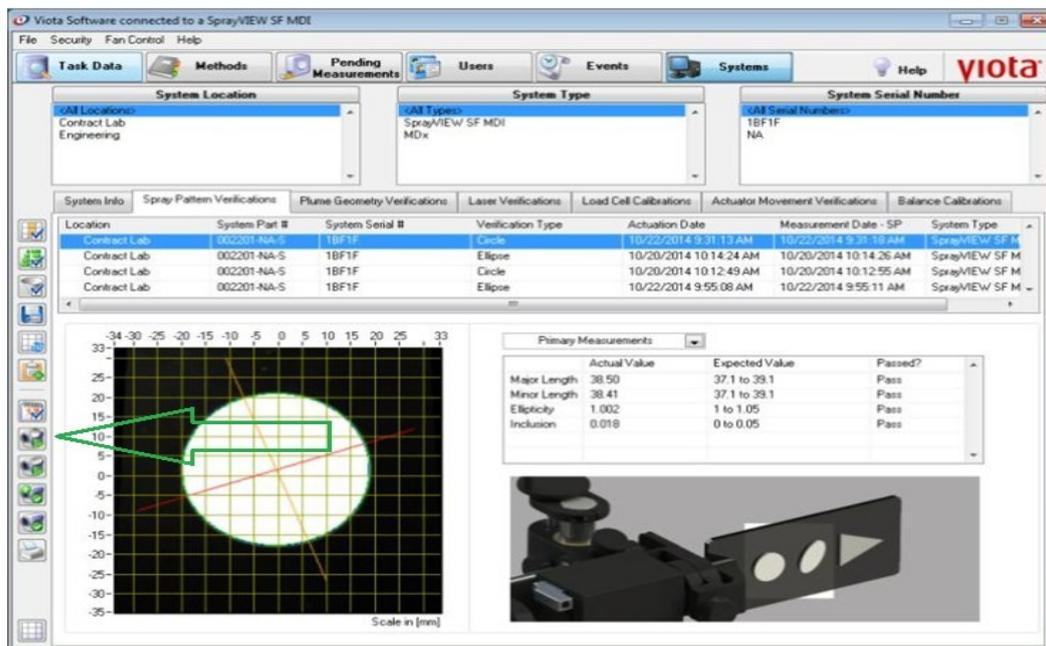

Figura 47. Botão de execução teste de círculo.
b) Clique no botão e siga as instruções na tela conforme Figura 47, e execute o teste de círculo *Circle Test*.